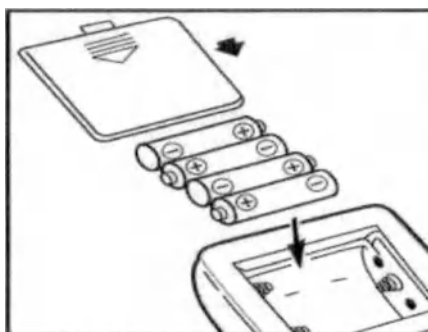

Рис. 5
1. Откройте крышку отсека для элементов питания и вставьте 4 элемента типа AAA AAA или типа AA, в зависимости от варианта исполнения, как указано на схеме, расположенной внутри отсека. Убедитесь, что полярность соблюдена. Не прилагайте чрезмерных усилий при снятии крышки отсека для элементов питания (рис. 5).